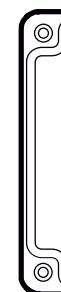

Рисунок 9 – Установка перемычки
- Установить перемычку X6 (см. рисунок 9).